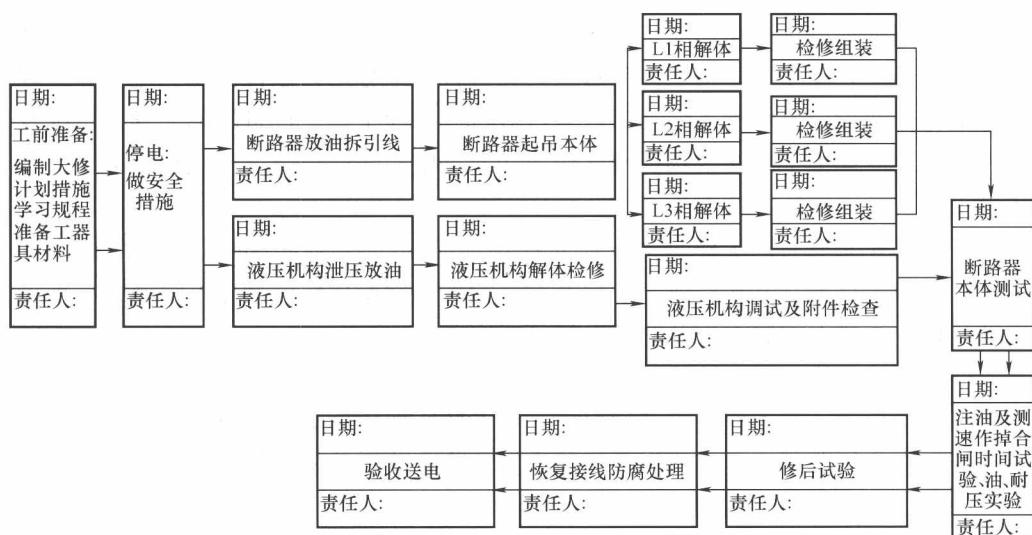

图 1-1 某断路器大修作业流程图
(1) 封面：由作业名称、编号、编写人及时间、审核人及时间、批准人及时间、作业负责人、作业工期、编写单位八项内容组成，见表 1-1。
(2) 范围：对引用范围做出具体的规定。
(3) 引用文件：明确引用的法规、规程、标准、设备说明书及企业管理和文件。
(4) 修前准备：准备工作安排，作业人员要求，备品备件、工器具、材料，定置图及围栏图、危险点分析，安全措施，人员分工。
(5) 流程图：根据检修设备的结构，将现场作业的全过程以最佳的检修顺序，对检修项目完成时间进行量化，明确完成时间和责任人，而形成的检修流程。某断路器大修作业流程图如图 1-1 所示。